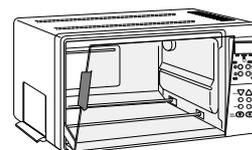

fig. 1
- **Toujours laisser la porte ouverte en position stop** (voir figure 1).
Lorsque les commandes fonction et température sont réglées sur BROIL, seule la partie supérieure de la préparation chauffe à pleine puissance. S'assurer d'avoir laissé la porte ouverte en position stop, comme indiqué sur la figure 1 de la page 33. Placer la grille-barbecue dans la plaque sur la grille en position 2 ou 3 (voir p 26) de façon à ce que la préparation se trouve à quelques centimètres de la résistance supérieure. Pour les aliments de dimensions plus importantes comme le poulet, placer la grille en position 1. Si nécessaire, la grille-barbecue peut être retournée dans la plaque. La grille-barbecue isole la graisse s'écoulant de la chaleur directe, réduisant ainsi les risques de projections, fumées et incendie. Toujours utiliser la plaque basse pour la cuisson d'aliments contenant de la graisse.